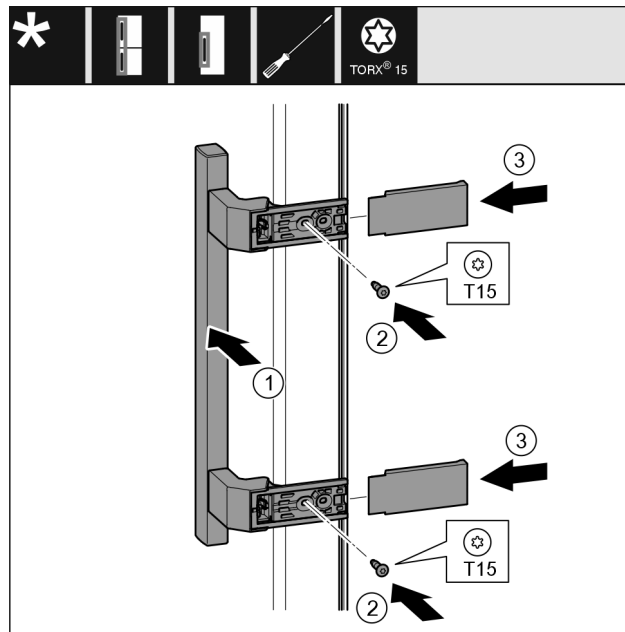

Fig. 26
- ▶ Applicare la maniglia Fig. 26 (1) sul lato opposto.
- ▶ Stringere le viti Fig. 26 (2) con un cacciavite.
- ▶ Applicare le coperture Fig. 26 (3) lateralmente e spingerle in sede.